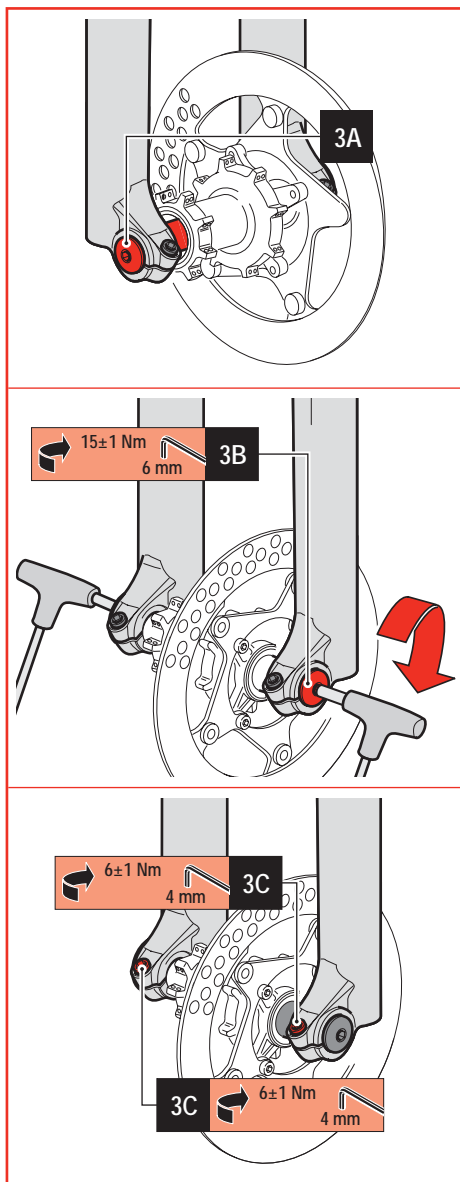

Figure 3 - Installation de la roue sur les fourches \varnothing 32 mm avec axe passant \varnothing 20 mm
- Alignez le centre de la roue avec les deux axes de la roue (voir **3A - Figure 3**).
- Introduisez l'axe à travers le bas de fourche droit, la roue et le bas de fourche gauche (voir **3A - Figure 3**).
- Serrez l'axe au couple prévu (15 ± 1 Nm) en agissant sur le bouchon correspondant (voir **3B - Figure 3**) avec une clé Allen de 6 mm.
- Serrez les vis situées sur les deux dispositifs de blocage au couple prévu (6 ± 1 Nm) avec une clé Allen de 4 mm (voir **3C - Figure 3**).